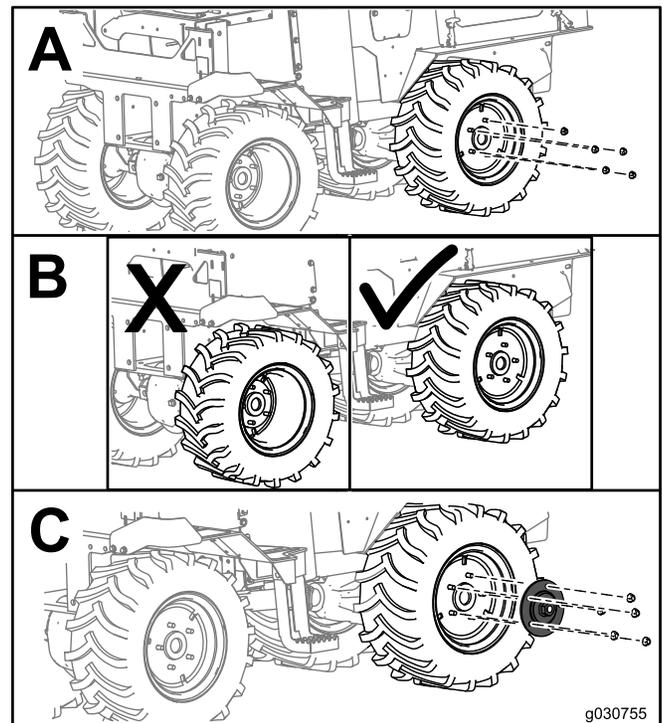

Figure 1
4. Tournez les roues pour les placer en configuration étroite, si ce n'est déjà fait (encadré B de Figure 1). Reportez-vous à la section Rotation des roues dans le *Manuel de l'utilisateur* de votre Pro Sneak.
3. Retirez les écrous de roue de l'une des roues (encadré A de Figure 1).
5. Posez une plaque adaptatrice sur le moyeu et fixez-la au moyen des écrous de roue (encadré C de Figure 1).